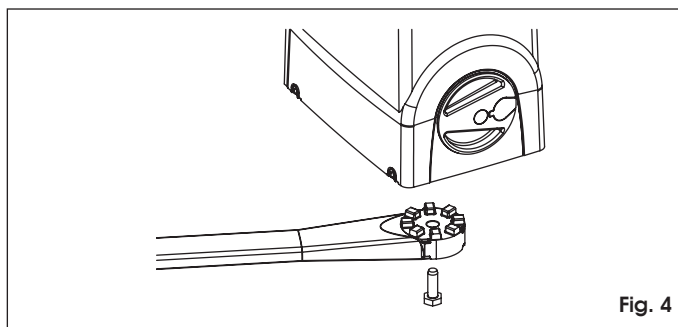

Fig. 4
- Fixer le bras à l'opérateur, d'après les instructions de l'opérateur, Fig. 4.